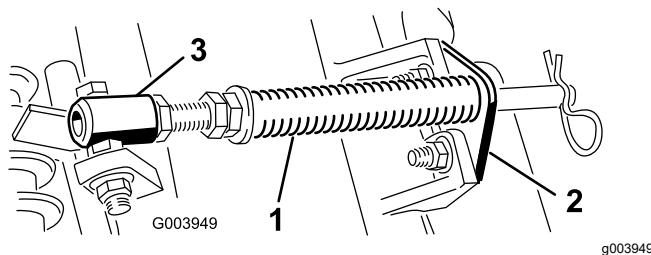

Figura 4
1. Îndepărtați cele 2 uruburi de fixare i piulie care fixează suportul tijei la umărul unității de tăiere (Figura 4).
2. Îndepărtați piulia cu guler care fixează urubul tubului elastic la umărul cadrului de susinere (Figura 4), i îndepărtați ansamblul.
Notă: Poziționați capul urubului pe partea exterioară a umărului, după cum este prezentat în Figura 4.